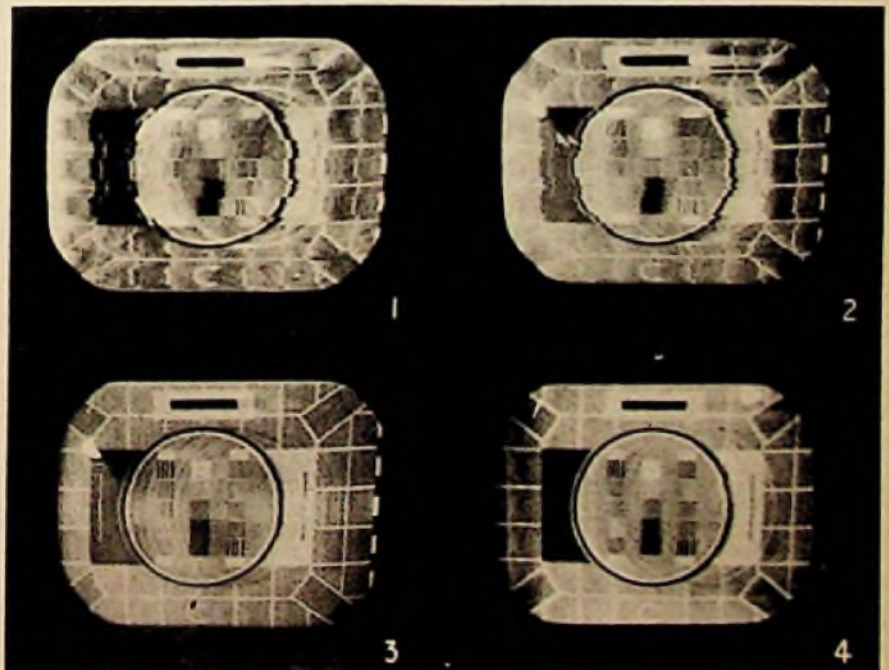
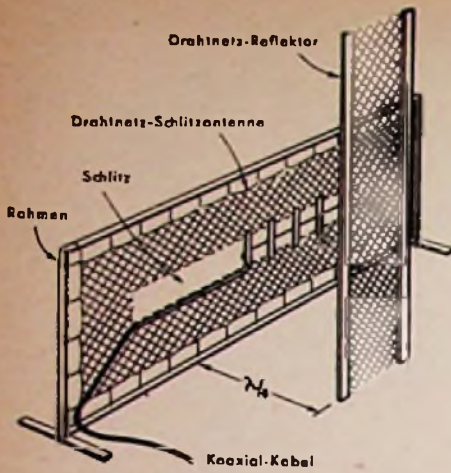

Bild 4. Geisterbilder am gleichen Empfangsort wie Bild 2 aufgenommen
Bild 5. Schlitzantenne mit Reflektorwand
abweicht, ist in Bild 5 wiedergegeben. Aus Bild 4 geht hervor, daß auch mit der besten, der Doppel-H-Antenne, noch immer — wenn auch kaum noch störende — Geisterbilder vorhanden sind.
Der Zweck dieser Untersuchung war, ein Bild über solche Antennensysteme zu erhalten, mit denen dem Teilnehmer am Fernseh Rundfunk einwandfreie Schirmbilder vermittelt werden können. Es wurden neun (in Großbritannien) handelsübliche Formen untersucht und dann drei Sonderanfertigungen benutzt, als man mit den ersteren nicht zum Ziel kam. Die Unterschiede in der Güte der Antennensysteme zeigt Bild 4, eine der verwendeten Labor-konstruktionen, die sehr vom Gewöhnlichen
3) Schlitzzantenne mit Reflektor (Bild 5), 4) Doppel-H-Antenne